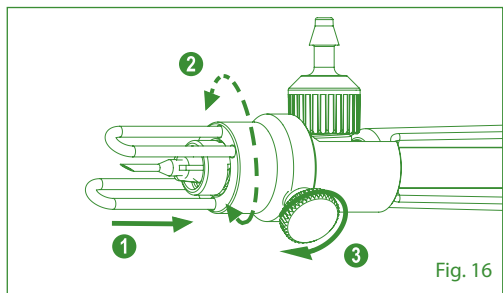

Fig. 16
4. Insert FishGuide™ ①, adjust position ②, softly tighten thumb screw ③ (Fig. 16)
4. Setzen Sie den FishGuide™ ein ①, passen Sie die Position an ② und ziehen Sie die Rändelschraube leicht an ③ (Abb. 16).
4. Insérez le FishGuide™ ①, ajustez la position ② et serrez doucement la vis moletée ③ (Fig. 16).